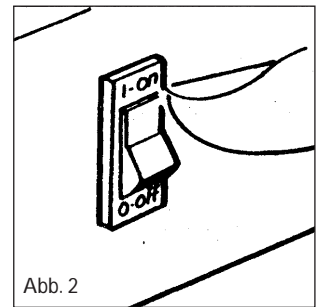

Abb. 2
- Positionner l'interrupteur de l'hélice sur I (Fig. 2) et s'assurer que l'hélice tourne.
- Den Schalter des Lüfters in Stellung I bringen und sich versichern, daß der Lüfter läuft. (Abb. 2)